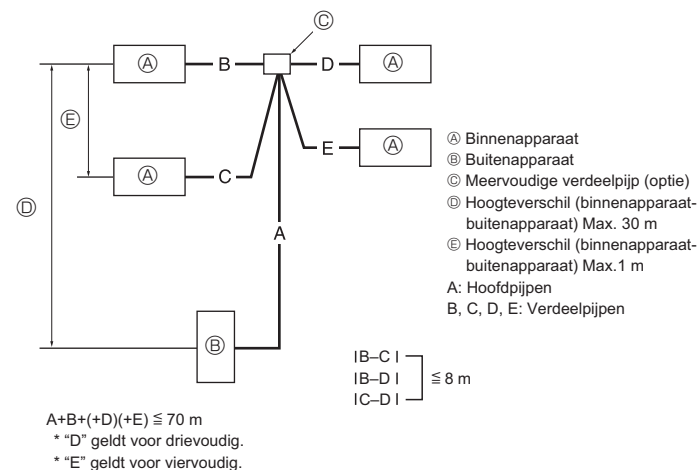

Fig. 4-9
4.7. Voor twee-/drie-/viervoudige combinaties (Fig. 4-9)